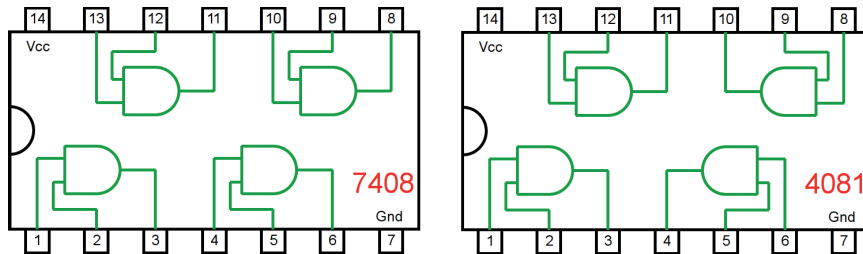

Figura 4.35 – Circuitos integrados TTL e CMOS.
- a) Coloque os circuitos integrados (TTL e/ou CMOS da figura 4.35) nas posições indicadas.
- d) Conecte os fios verdes. Os fios verdes estão conectados ao terra e portanto fornecendo valor lógico (0) às entradas de todas as portas do CI.